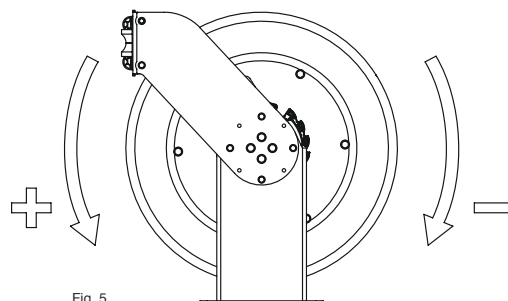

Fig. 5
6. Apply the pre-tension to the power spring by turning the spool the number of turns indicated below, depending on the power spring version and the hose length (fig. 5).
6. Snurra trumman för att skapa förspänning i fjädern, antalet varv beror på slanglängd och dimension, se tabell (fig 5).
6. Spannen Sie die Schlauchfeder vor, indem Sie abhängig vom Trommelfedertyp und der Schlauchlänge die angegebene Anzahl von Drehungen an der Schlauchtrommel ausführen (Abb. 5).
4. Turn the spool to increase or decrease the power spring tension (fig. 5).
4. Snurra på trumman för att öka eller minska på fjäderspänningen (se fig 5).
4. Drehen Sie die Schlauchtrommel, um die Federspannung zu erhöhen oder zu reduzieren (Abb. 5).